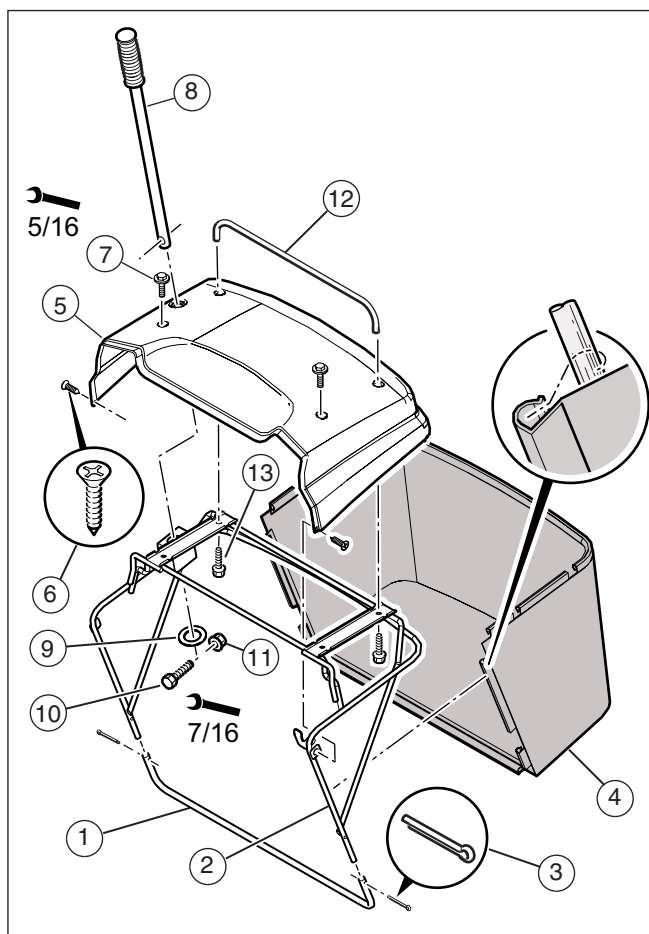

Figuur 3
1. Controleer of de voorwielen naar voren wijzen zoals weergegeven in **Figuur 3**.
2. Schuif de balg (1, **Figuur 3**) over de console.
3. Schuif de stuurstang (2) in de console.